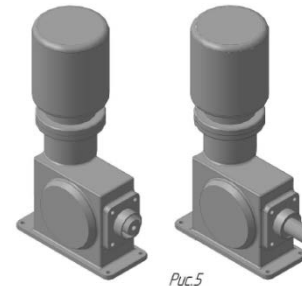

Рис.5
- Механизм регулирования длины хода плунжера выставить на полный ход. Вращая ротор двигателя за крыльчатку, установить ползун в крайние положения и замерить расстояния между торцом ползуна и полостью стыковки кронштейна с редуктором (рис. 5, 6).